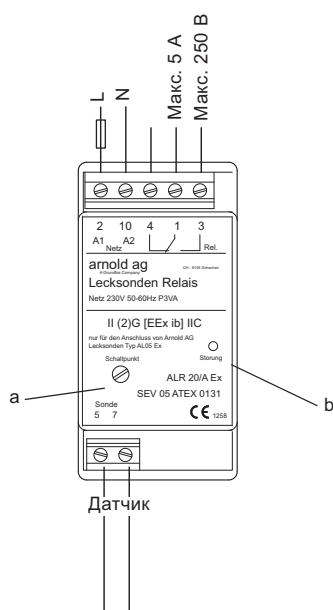

Рис. 7 Реле ALR-20/A-Ex
1. Вращайте регулировочный винт (поз. а) до тех пор, пока не загорится индикатор (поз. б) реле. См. рис. 7.